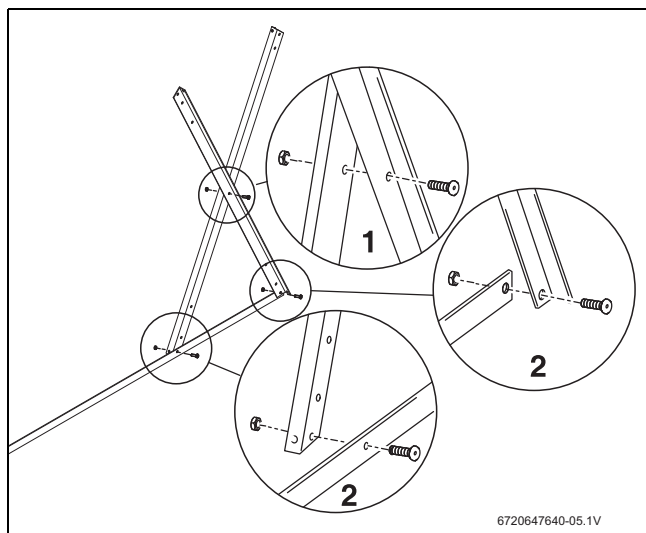

Fig. 11 Atornillar el perfil de soporte inferior al perfil de soporte acumulador
- ▶ Atornillar dos perfiles de soporte del acumulador por el centro en forma de cruz (Fig. 11, [1]) y montarlos sobre el perfil de soporte inferior [2], de manera que la superficie que descansa en el suelo quede hacia adentro.